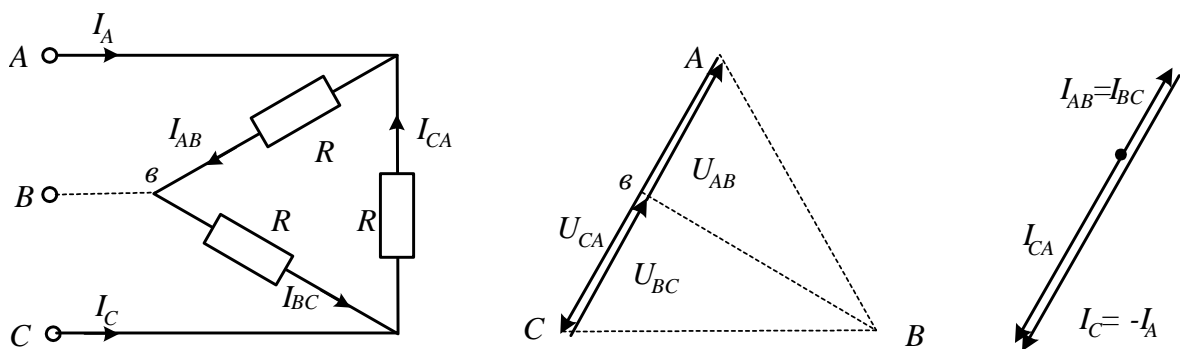

Рисунок 4 – Векторная диаграмма цепи при обрыве линейного провода
**При обрыве линейного провода** (например, В) фазные сопротивления  $R_{AB}$  и  $R_{BC}$  оказываются соединёнными последовательно и включёнными параллельно с сопротивлением  $R_{CA}$  на напряжение  $U_{CA}$  (рис. 4). Цепь фактически становится однофазной.